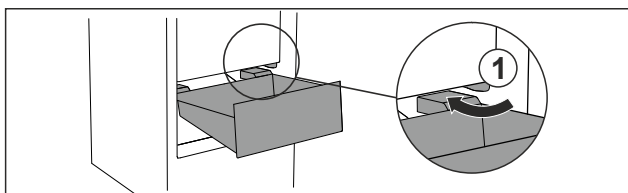

Fig. 97
- Vie vetolaatikko vinosti rajoittimen Fig. 97 (1) ohi.